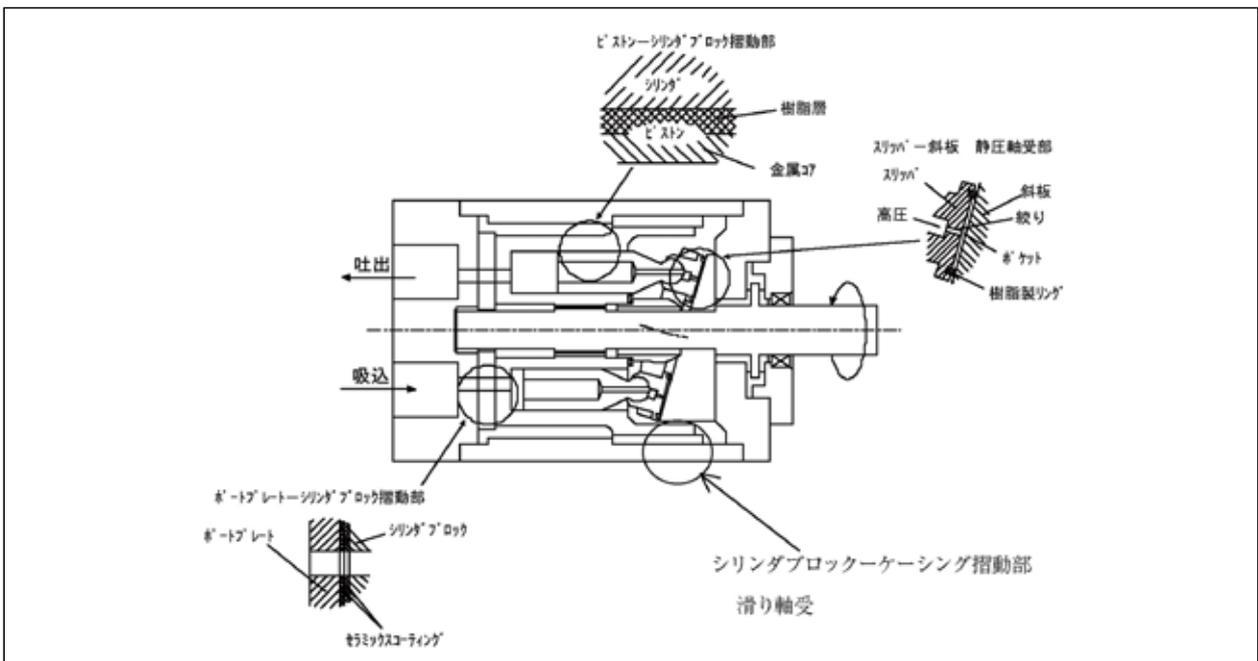

図 21 水圧ポンプ、モータの共通構造模式図
作用します。その力はピストンの先端にあるピストンシュー⑥に伝達されます。その力によってピストンシューは斜板上で回転力を発生し、モータ軸を回転させます。この様な一連の動作を「水」と「油」とを比較して、粘性の著しく異なる場合にどのような仕組みとなっているか簡単に触れます。図 21 にポンプとモータの共通する構造断面を示します。図中、4か所に摺動部が記述されています。①スリッパ（ピストンシュー）-斜板 静圧軸受、②ピストン-シリンダブロック摺動部、③シリンダブロック-ケーシング摺動部、④ポートプレート-シリンダブロック摺動部。これらの摺動部は互いに金属とプラスチックの組み合わせになっており、薄い水膜で摩擦を最小限に留めています。ポンプ、モータのいずれも「静圧軸受」と「単純なすべり軸受」のいずれも面接触で構成されています。